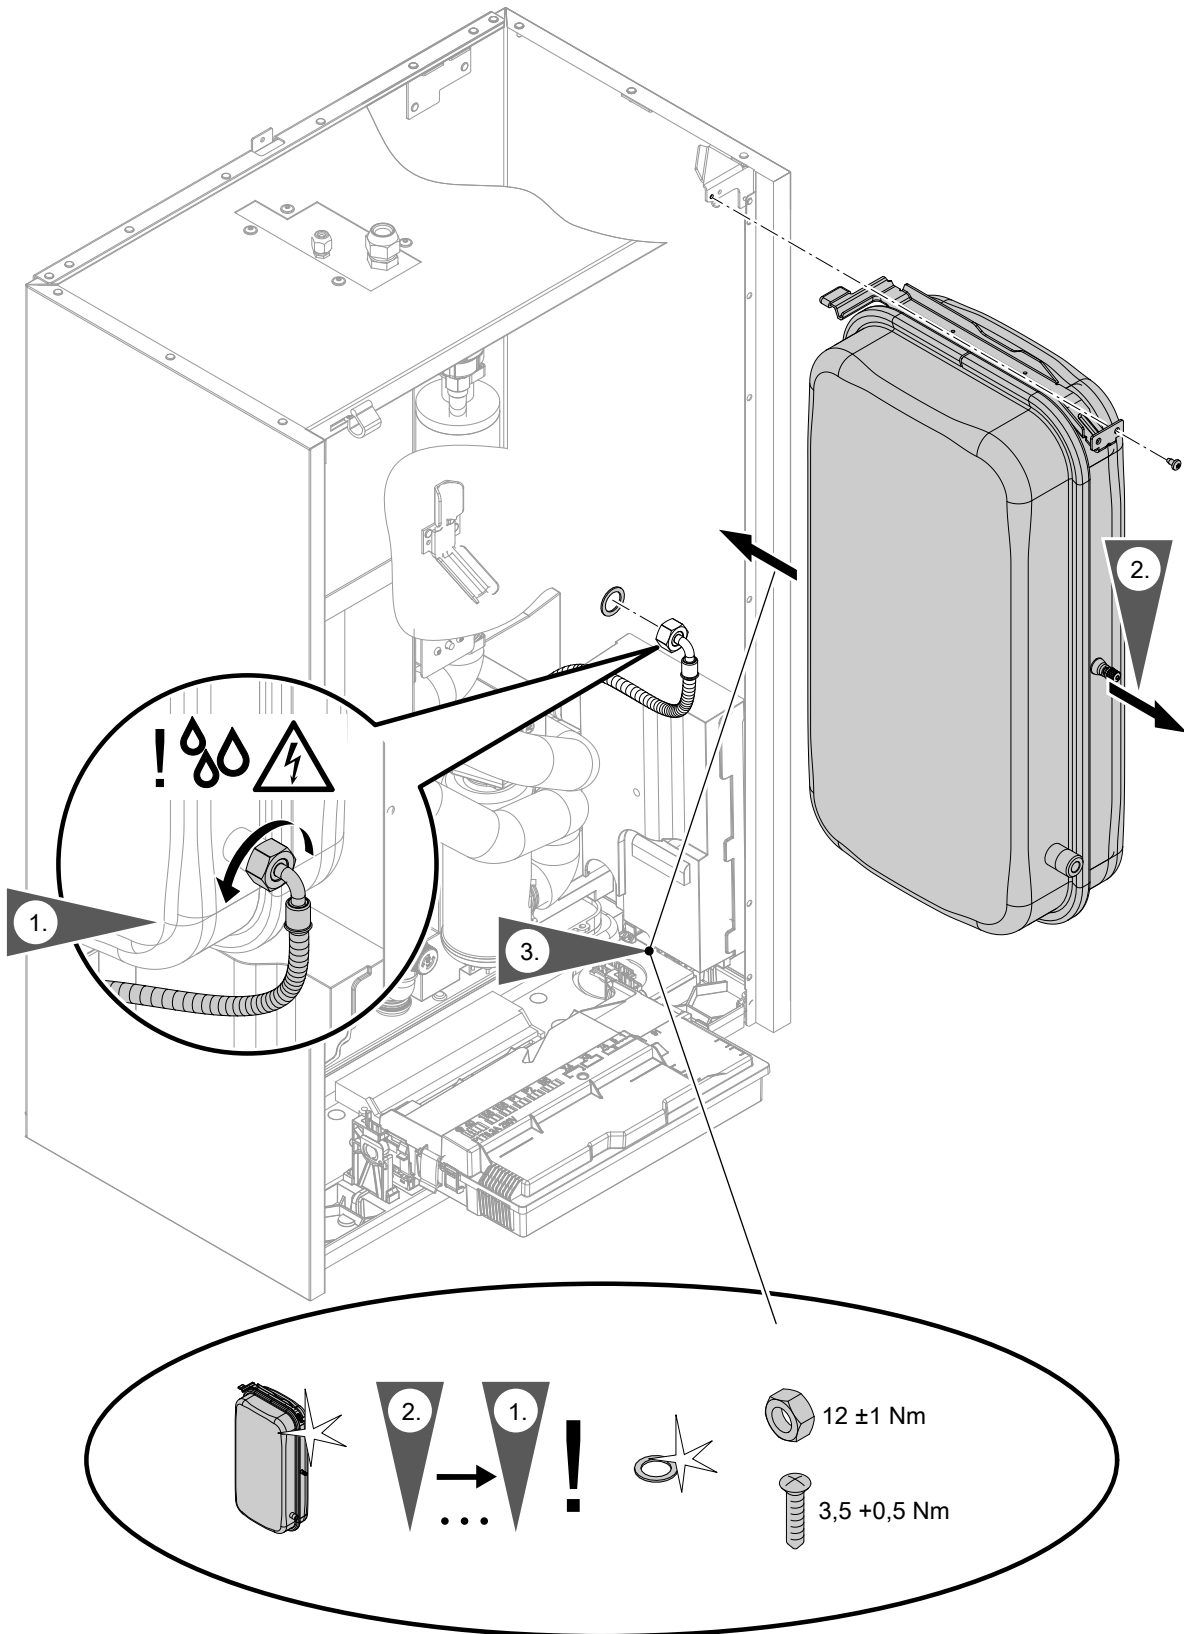
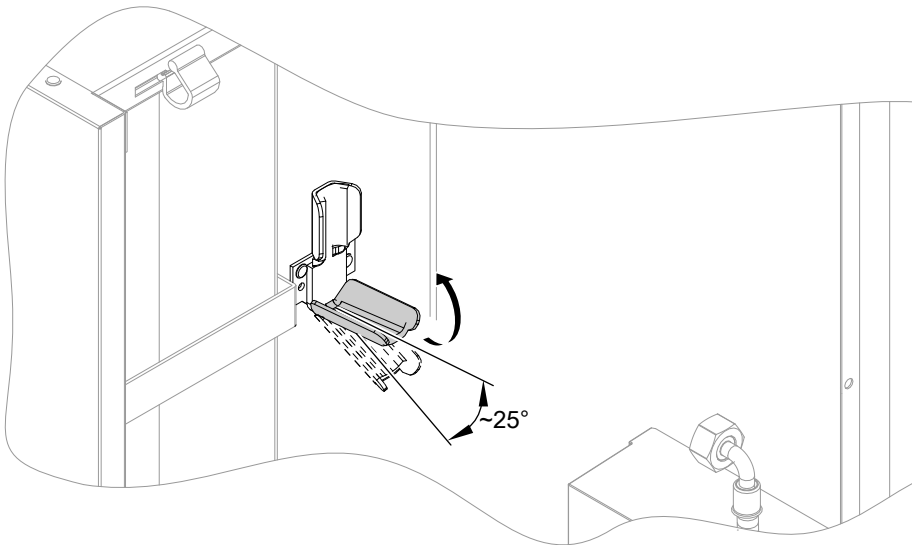

Abb. 78
Abb. 79
- Ausdehnungsgefäß (nicht bei Typ ...NEV): Siehe Abb. 78 und ggf. Abb. 79.